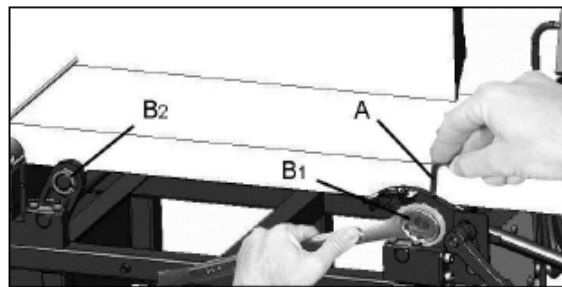

Рис. 15
9. Каждый стол оснащен эксцентриковыми регулировочными устройствами – по два сзади и спереди (В, Рис. 15 – показано одно из устройств).
11. В отверстии закручен установочный винт. С помощью 2,5 мм шестигранного ключа (А, Рис. 15) ослабьте винт, поворачивая ключ против часовой стрелки.
12. Поворачивайте шестигранную гайку (В1, Рис. 15) с помощью 24 мм гаечного ключа. Данная регулировка очень чувствительна, поэтому ее следует производить очень аккуратно.
**ПРИМЕЧАНИЕ:** направление закручивания шестигранных гаек с левой и правой резьбой отличается; если используется гайка с правой резьбой (В1, Рис. 15), то чтобы поднять данную сторону стола, гайку следует крутить по часовой стрелке, а чтобы опустить – против часовой. Гайку с левой резьбой (В2, Рис. 15) следует крутить наоборот.
14. По завершении регулировки затяните установочный винт с помощью шестигранного ключа (А, Рис. 15).